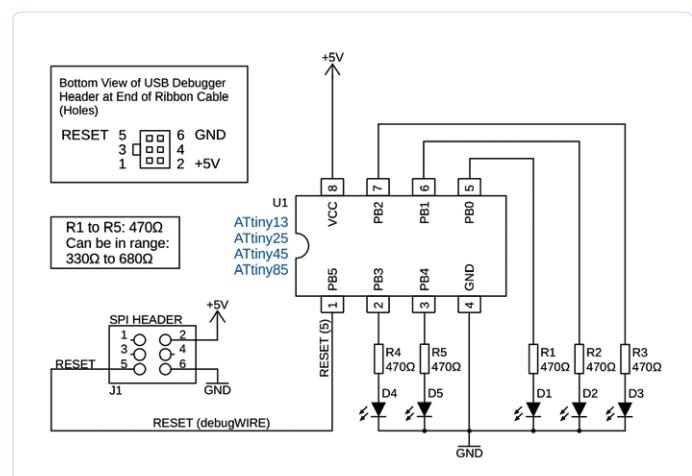
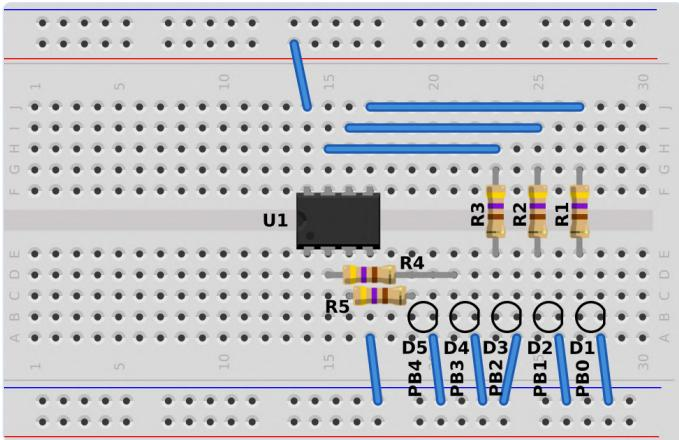

Figure 1. Schéma du circuit du compteur à cinq LED.
Figure 2. Disposition du circuit de compteur à cinq LED sur la platine à essai.
La figure 1 montre un schéma de circuit d'un microcontrôleur AVR ATtiny13(A) ou ATtiny25/45/85 avec cinq LED connectées aux broches E/S PB0 à PB4. La broche PB5 du microcontrôleur ATtiny dans le circuit est utilisée comme broche debugWIRE pour
Les programmeurs USB avec uniquement des capacités de programmation peuvent être utilisés avec le circuit de la **figure 1** pour charger le programme d'exemple qui suit et voir la valeur du compteur affichée sur les LED.
Connectez les LED comme indiqué dans la **figure 1** et la **figure 2**. Le design original du USBasp et celui de USBtinyISP sont munis de résistances de protection sur les lignes qui sortent de ces programmeurs, pour les protéger, ainsi que la puce AVR cible. L'Arduino Uno programmé comme un ArduinoISP n'a pas de résistances de protection, mais il est possible d'en ajouter sur la ligne MOSI et la ligne SCK de l'Arduino Uno dédié à l'AVR cible. Des résistances de protection de $270\ \Omega$ sont utilisées dans la conception originale de l'USBasp, et sont placées sur les lignes MOSI, SCK et RESET. Des résistances de $1,5\ k\Omega$ sont utilisées sur les lignes MOSI et RESET de la conception originale de l'USBtinyISP.
Bien que le circuit de la **figure 1** puisse être programmé à l'aide de l'interface ISP/SPI avec les LED et les résistances en série, d'autres circuits peuvent avoir du matériel qui interfère avec la programmation. Il existe différentes solutions à ce problème. Bien sûr, les lecteurs qui disposent d'un programmeur/débogueur USB doté de debugWIRE, tel que l'Atmel-ICE, peuvent simplement mettre l'AVR cible en mode debugWIRE, et ainsi utiliser une seule broche pour la programmation. Une autre solution est de programmer l'AVR sur une autre platine d'essai en utilisant ISP/SPI, et de le
On peut aussi utiliser un AVR avec plus de broches, mais celles du port libre ne correspondent pas toujours à celles du même port d'un ATtiny PDIP 8 broches. Par exemple, si l'on utilise les broches de port PBo à PB4 comme dans le circuit de la **figure 1**, on ne dispose pas de cinq broches libres consécutives sur la gamme d'AVRs ATtiny24/44/84 à 14 broches, parce que les broches ISP/SPI utilisent celles du port A et du port B. Sur la gamme ATtiny26/261/461/861 20 broches, le port A est entièrement libre avec un programmeur ISP/SPI connecté, mais cela signifie que le logiciel doit être modifié pour utiliser le port A au lieu du port B. Heureusement, la gamme ATtiny2313/4313 20 broches a les broches PBo à PB4 libres avec un programmeur ISP/SPI connecté.
Pour que le microcontrôleur puisse être programmé à l'aide d'une seule ligne debugWIRE comme le montre la **figure 1**, il est nécessaire de connecter d'abord toutes les lignes du connecteur ISP au microcontrôleur à partir du programmeur/débogueur USB, puis de configurer le fusible **DWEN** de l'AVR pour le mettre en mode debugWIRE. Votre AVR est maintenant en mode debugWIRE. Si ce n'est pas le cas, connectez votre programmeur/débogueur, tel qu'un Atmel-ICE ou un AVR Dragon, et assurez-vous que vous êtes prêt et capable de régler le fusible **DWEN**. Une fois le que le fusible **DWEN** est programmé, toutes les connexions du connecteur ISP peuvent être démontées du circuit à l'exception de RESET, +5 V (Vcc) et GND comme le montre la **figure 1**.
Si vous disposez du matériel nécessaire, construisez le circuit de la **figure 1** sur une plaque d'essai. Assurez-vous que les cinq LED sont connectées en une ligne avec les broches PBo à PB4 connectées dans l'ordre en commençant par PBo à droite. La LED D1 sera donc à droite de la rangée et D5 à gauche. Nous voulons avoir une seule rangée de LED avec PBo connecté à la LED de droite, PB1 connecté à la LED voisine de gauche, PB2 connecté à la troisième LED en commençant par la droite, et ainsi de suite, comme on peut le voir sur le schéma de la **figure 2**. L'image ne montre que les contours des LED afin qu'elles ne masquent pas les connexions des fils et des résistances. Si vous ne disposez pas du matériel nécessaire, suivez les programmes à l'aide d'un simulateur.
Créez un nouveau projet en assembleur AVR sur Microchip Studio nommé **led_count.asm**. Tapez le code montré dans le **Listage 1** dans le fichier **main.asm** du projet en remplaçant le programme de base. Si vous utilisez le matériel de la **figure 1**, sélectionnez l'outil matériel (votre débogueur), par exemple Atmel-ICE sous Microchip Studio, avec debugWIRE comme interface. Pour ce faire, cliquez sur l'icône **hammer** dans la deuxième barre d'outils supérieure. Si vous utilisez le simulateur, sélectionnez **simulator** comme outil. Si vous utilisez un programmeur « maison », poursuivez la lecture pour voir comment télécharger le programme sur l'ATtiny cible.
sortie de sorte que les LED associées puissent être commandées par le code. Il affiche un nombre binaire croissant, ou compte, sur les LED en commençant par 0 (représenté par toutes les LED éteintes). Lorsque le compteur atteint sa valeur maximale (toutes les LED allumées), il revient à zéro et recommence à compter. Chaque LED « éteinte » représente un chiffre binaire 0 ou un niveau bas, et chaque LED « allumée » représente un chiffre binaire 1 ou un niveau haut. Il est important de disposer les LED comme indiqué sur la **figure 2** afin que le compte s'affiche correctement avec PBo/D1 comme LSB (bit de poids faible) et PB4/D5 comme MSB (bit de poids fort) de la valeur du compteur.
Si vous utilisez le matériel de la **figure 1** et de la **figure 2**, créez le programme et téléversez-le sur l'AVR. Si vous utilisez un Atmel-ICE ou un AVR Dragon, utilisez l'icône Start Without Debugging dans la barre d'outils supérieure de Microchip Studio ou le raccourci clavier *Ctrl + Alt + F5* pour télécharger le programme dans l'AVR. Si l'interface du débogueur est correctement configurée et que la puce est en mode debugWIRE, le programme sera chargé et commencera à fonctionner. Le compte binaire incrémentiel sera indiqué par les LED. Si vous utilisez un programmeur USB *program-only*, ou un que vous avez conçu vous-même, chargez alors le programme sur l'AVR cible en utilisant la fonction appropriée. Si le circuit a été câblé convenablement, et le programme a été saisi sauvegardé et compilé correctement, vous verrez la valeur du compte binaire s'incrémenter sur les LED et vous pourrez utiliser le simulateur dans la suite.